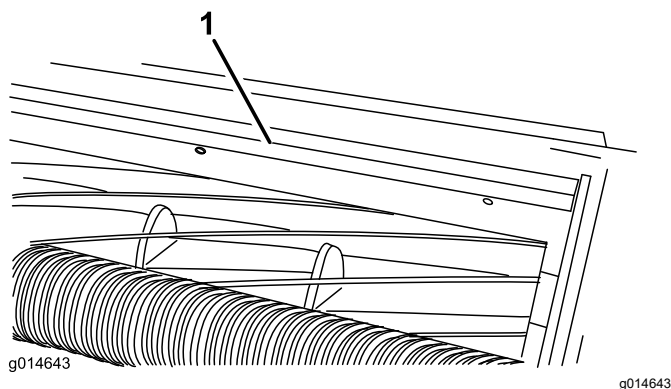

Figura 4
1. Allentate le viti che fissano la barra superiore (Figura 4) all'apparato di taglio.